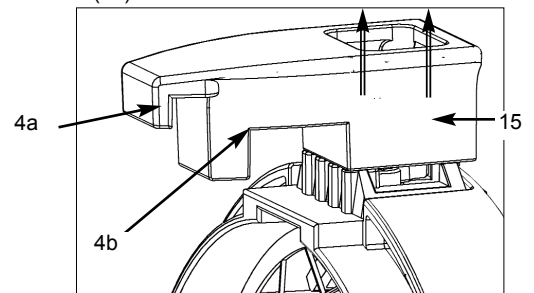
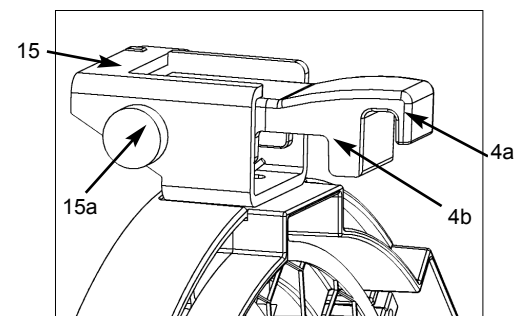

Abb. 5 / figure 5
Abb. 6 / figure 6
- Modelle mit schwenkbarer Torsicherung (Abb. 5): Torsicherung (15) senkrecht nach oben ziehen und zur Seite weg drehen. Modelle mit Location-Torsicherung (Abb. 6): Stift (15a) seitlich eindrücken, Torsicherung (15) klappt nach oben.
- For models with rotatable top latch (figure 5): Pull the top latch (15) upwards and turn it to the side. For models with location top latch (figure 6): Push the hinge pin (15a), the top latch (15) opens.